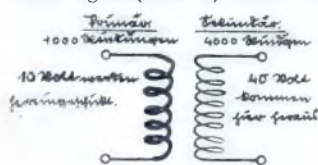

Abb. 3. Ein Beispiel, das zeigen soll, was das Übersetzungsverhältnis beim Transformator zu bedeuten hat.
Abb. 3. Bei der Leithäuser-Rückkopplung stehen die beiden Spulen fest. Die Stärke der Ströme in der (oberen) Rückkopplungsspule, die über die (untere) Gitterspule auf die nämliche Röhre zurückwirken sollen, wird dosiert durch Auf- und Zudrehen eines (u. z. des oberen) Drehkondensators.
3. Regelung durch einen Hochfrequenzzahn. Schaltet man nach Abb. 3 in die Leitung zur Rückkopplungsspule einen Drehkondensator, so läßt sich mit seiner Hilfe die Stärke der durch die Rückkopplungsspule fließenden Schwingungen sehr fein und bequem regeln, genau wie wir an einem Gashahn die Stärke der Flamme einstellen. Dem Anodengleichstrom muß ein anderer Weg geschaffen werden, da er ja nicht über den Kondensator fließen kann. Um ein Entweichen der Hochfrequenz zu hindern, ist eine Drosselspule in diesen Weg geschaltet. Die Schaltung ist unter dem Namen Leithäuserschaltung sehr verbreitet und wegen der ausgezeichneten Regelbarkeit besonders zu empfehlen. Ein großer Vorteil ist weiter die feste Montage der Rückkopplungsspule, die die Schaltung besonders auch bei großen Geräten sehr erleichtert.
hältnisse beruht auf der physikalischen Feststellung, daß in den vielen sekundären Windungen eines Niederfrequenztransformators eine um so höhere elektrische Spannung entsteht, je mehr Windungen die sekundäre Wicklung gegenüber der primären besitzt. Wenn man nämlich primär 1000 (dicke) Windungen (Abb. 3) und sekundär 4000 (dünne) Windungen
Bei der Gleichrichtung mit einem Detektor wird bekanntlich nur die halbe Welle der Hochfrequenz ausgenutzt. Wenn man beide Halbwellen ausnutzen will, so kann man dies mit Hilfe von zwei Detektoren erreichen. Hierfür verwendbare Schaltungen werden in Heft 28, S. 57 der „Radio Welt“ (Wien) unter dem Titel „Doppeldetektorschaltungen“ angegeben. Abb. 3 zeigt eine solche Schaltung für den Fall, daß nur ein gewöhnlicher Transformator zur Verfügung steht. Ist dagegen ein angezapfter Transformator verfügbar, so kann die Schaltung einfacher nach Abb. 4 ausgeführt werden.